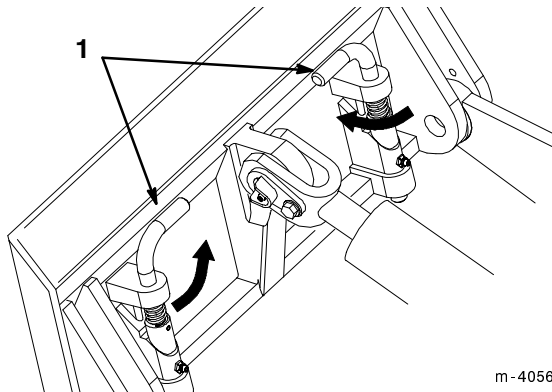

Figure 7
7. Engager les tiges de verrouillage d'accessoire (Fig. 7).